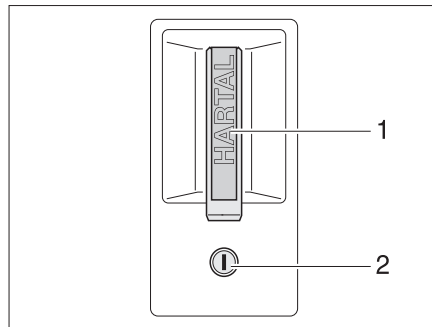

Fig. 32 Cerradura de la puerta de entrada, en el exterior
- Introducir la llave en el cilindro de cierre (Fig. 32,2) y girarla hasta que esté desbloqueada la cerradura de la puerta.
- Tirar del tirador de la puerta (Fig. 32,1). La puerta está abierta.
- Introducir la llave en el cilindro de cierre (Fig. 32,2) y girarla hasta que esté bloqueada la cerradura de la puerta.